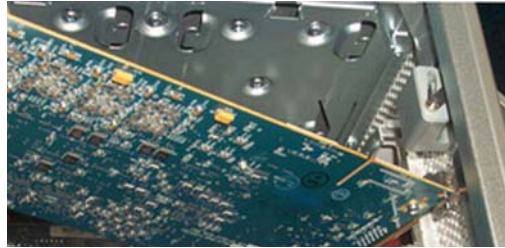

Figura 2. Sujeción de la tarjeta sobre la ranura en ángulo
- Sujeta la tarjeta sobre la ranura 2 en ángulo, de manera que la parte frontal de la tarjeta esté en una posición más elevada que la parte posterior (donde se encuentra el conector DigiLink de la tarjeta), como se muestra en la Figura 2.